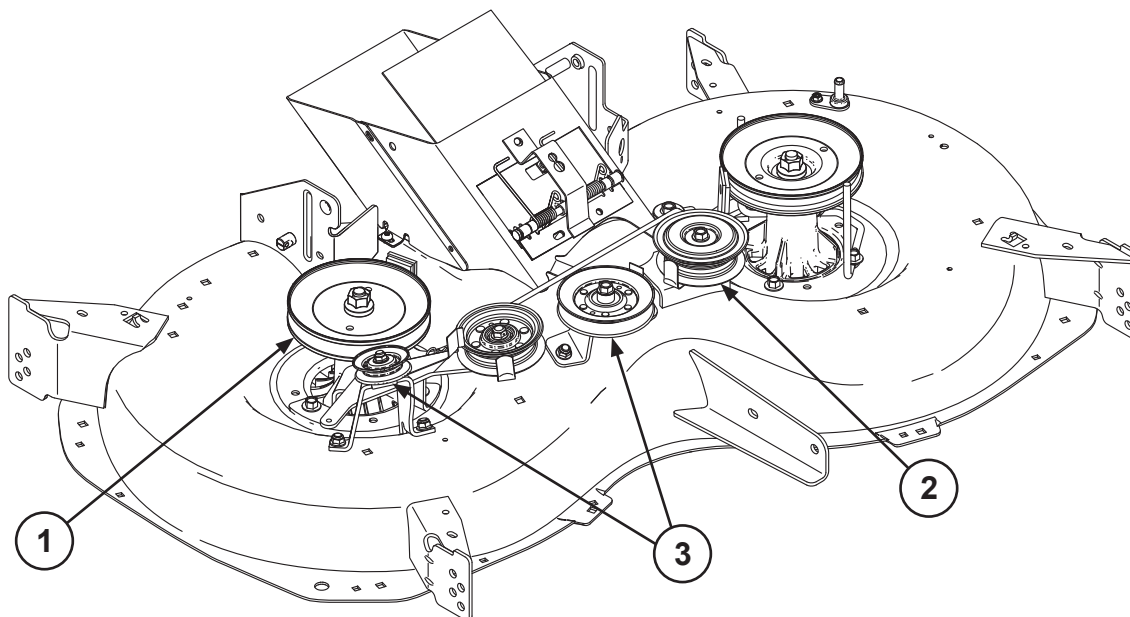

Fig. 5
- ⓇⓇ 7. Закрепите шкив на оправке (1) гайкой и установите компоненты маятникового рычага, как показано на рисунке. Закрепите левый неподвижный направляющий шкив (2) на деке (см. рис. 5).
- Ⓡⓞ 7. Fixați roata de transmisie pe mandrină (1) cu ajutorul piuliței și montați componentele brațului rolei de ghidare conform indicațiilor din ilustrație. Montați la loc fulia de mers în gol staționară din stânga (2) pe punte (consultați fig. 5).
- ⓇⓇ 8. Закрепите кронштейны в сборе (3) на деке болтами (рис. 5).
- Ⓡⓞ 8. Prindeți cu șuruburi ansamblurile de consolă (3) pe punte (fig. 5).